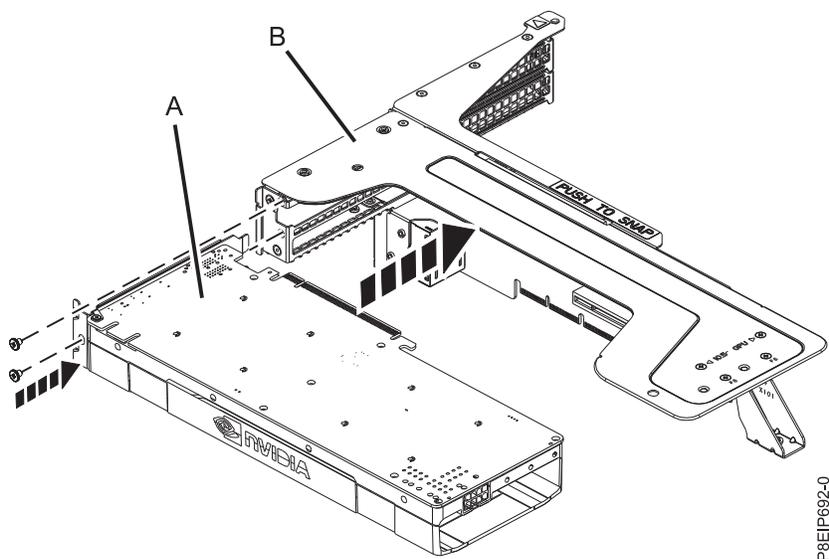

Figura 22. Inserción de la GPU en la tarjeta de expansión
- e. Inserte la GPU (**A**) en la tarjeta de expansión del adaptador PCIe (**B**), como se muestra en la Figura 22 en la página 27.